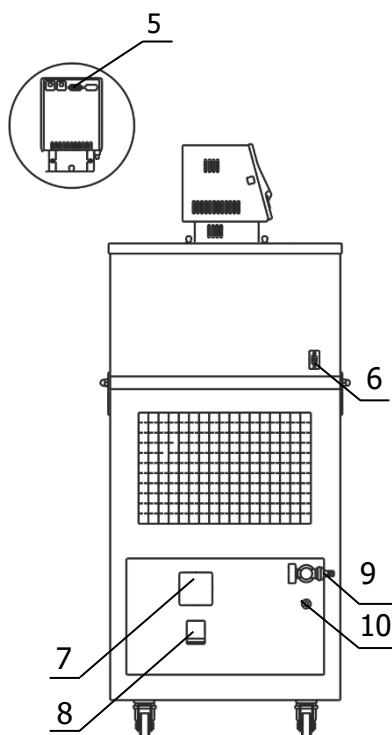

Рисунок 4 — Боковая панель термостата
2.2.6 К переливному штуцеру 10 (рисунок 4) присоединить гибкий шланг, второй конец которого опустить в емкость для сбора излишков теплоносителя объемом 1.5–2 литра.
2.2.8 Вставить вилку сетевого кабеля блока регулирования в розетку 7 (рисунок 4). Соединить кабелем из комплекта поставки блок регулирования (разъем 5) и холодильную машину (разъем 6). Сетевой кабель термостата подключить к питающей сети. Для этого в лабораторном помещении должна быть установлена электрическая розетка из комплекта поставки термостата.
2.2.9 Автоматический выключатель 8 (рисунок 4) перевести в положение «включено».
2.2.10 При первом запуске термостата необходимо включить блок регулирования в режиме прокачки в соответствии с документом ТКЛШ 3.222.009-23 РЭ «Блок регулирования температуры погружной циркуляционный М11М серии МАСТЕР». При работе циркуляционного уровня теплоносителя в рабочей ванне поднимется и теплоноситель начинает равномерно переливаться в дополнительную ванну. При этом уровень теплоносителя в основной ванне падает, что может привести к срабатыванию защиты от недостаточного уровня теплоносителя. Доливать теплоноситель следует до момента начала слива из переливного штуцера 10 (рисунок 4).
2.3.3 При работе термостатов на температурах, близких к нижней границе диапазона воспроизводимых температур необходимо доливать теплоноситель до момента слива из переливного штуцера 10 (рисунок 4) при его охлаждении на каждые 10 °С.
- на короткое время перевести автоматический выключатель 8 (рисунок 4) в положение «выключено»;
2.4.4 Для повторного запуска холодильной машины после наступления аварийной ситуации необходимо отключить питание термостата, для этого перевести автоматический выключатель 8 (рисунок 4) в положение «выключено».
2.5.2 Надеть сливной шланг из комплекта поставки на кран 9 (рисунок 4) и закрепить его хомутом. Свободный конец шланга опустить в емкость для сбора теплоносителя объемом, превышающим объем термостата.